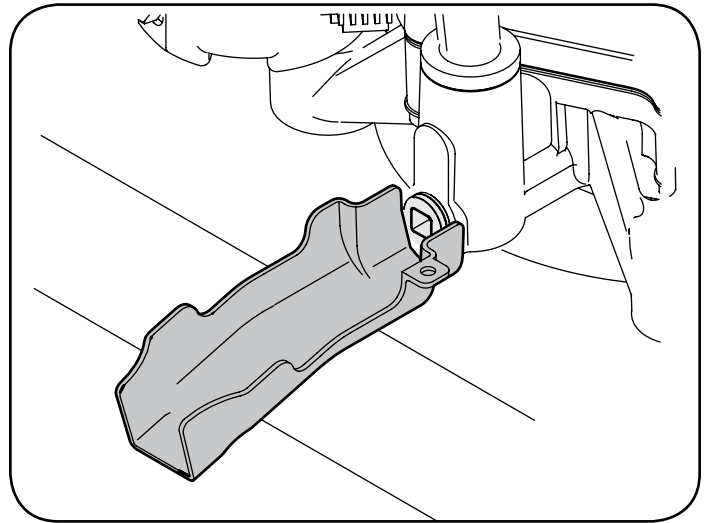

Figura 22
2. Coloque el extremo pequeño de la manga de drenado en el cárter de aceite. Vea la Figura 22.